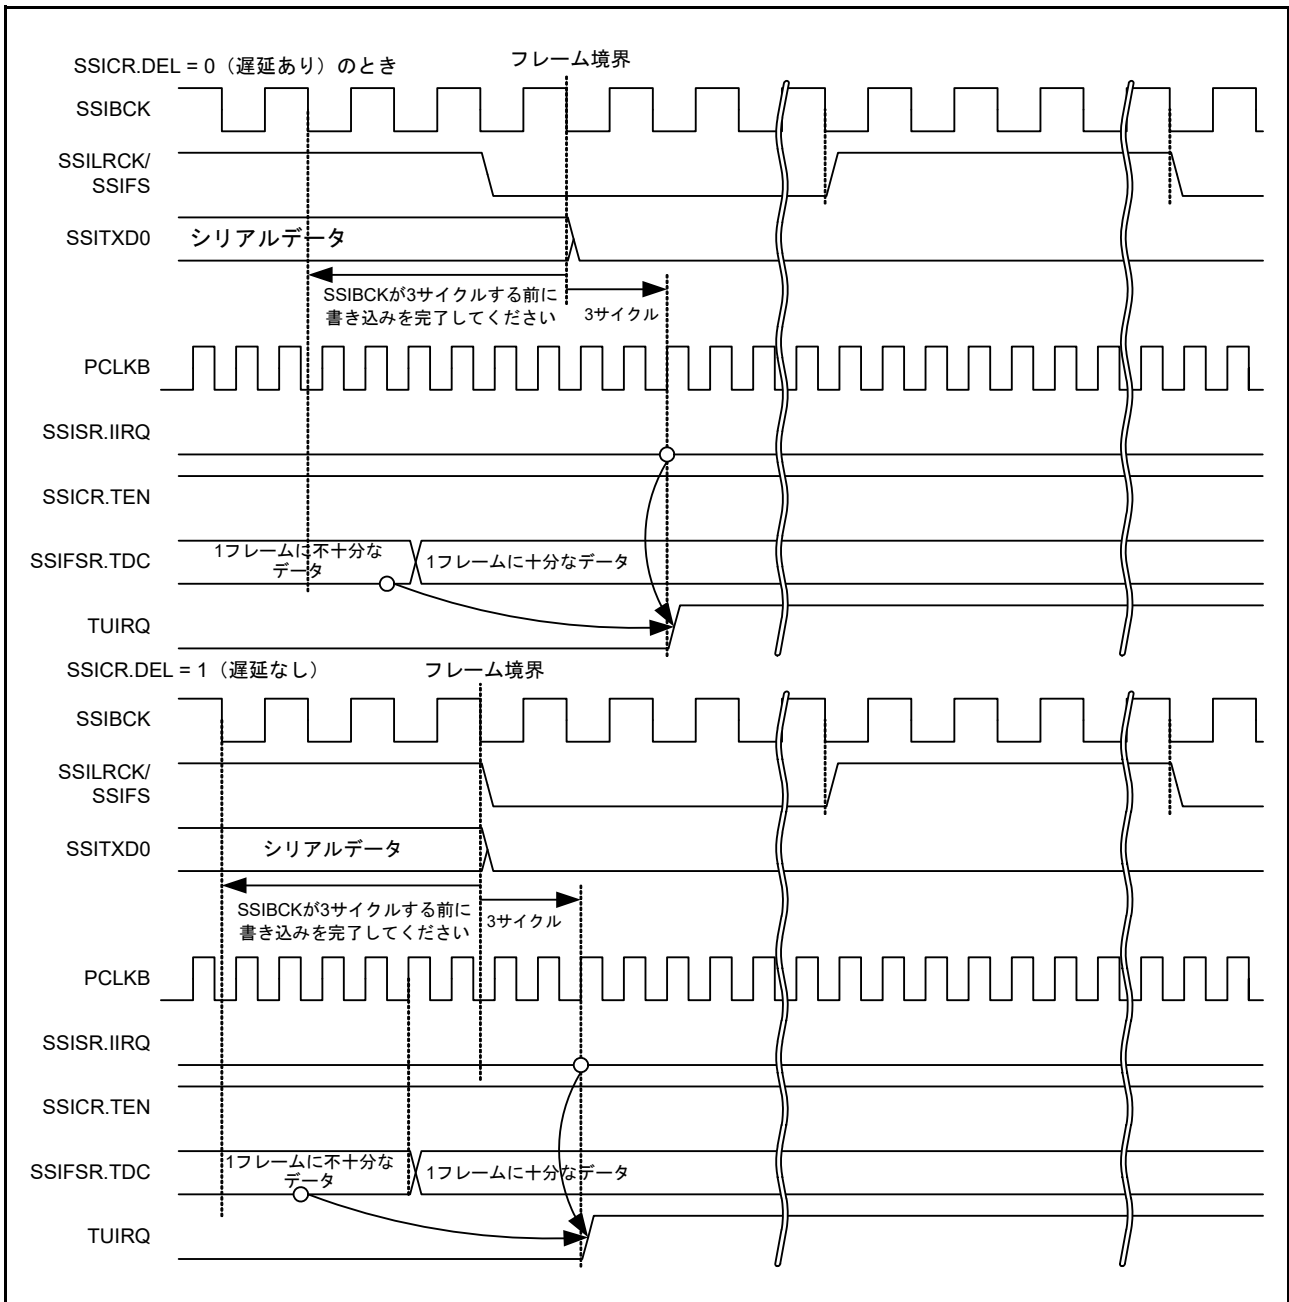
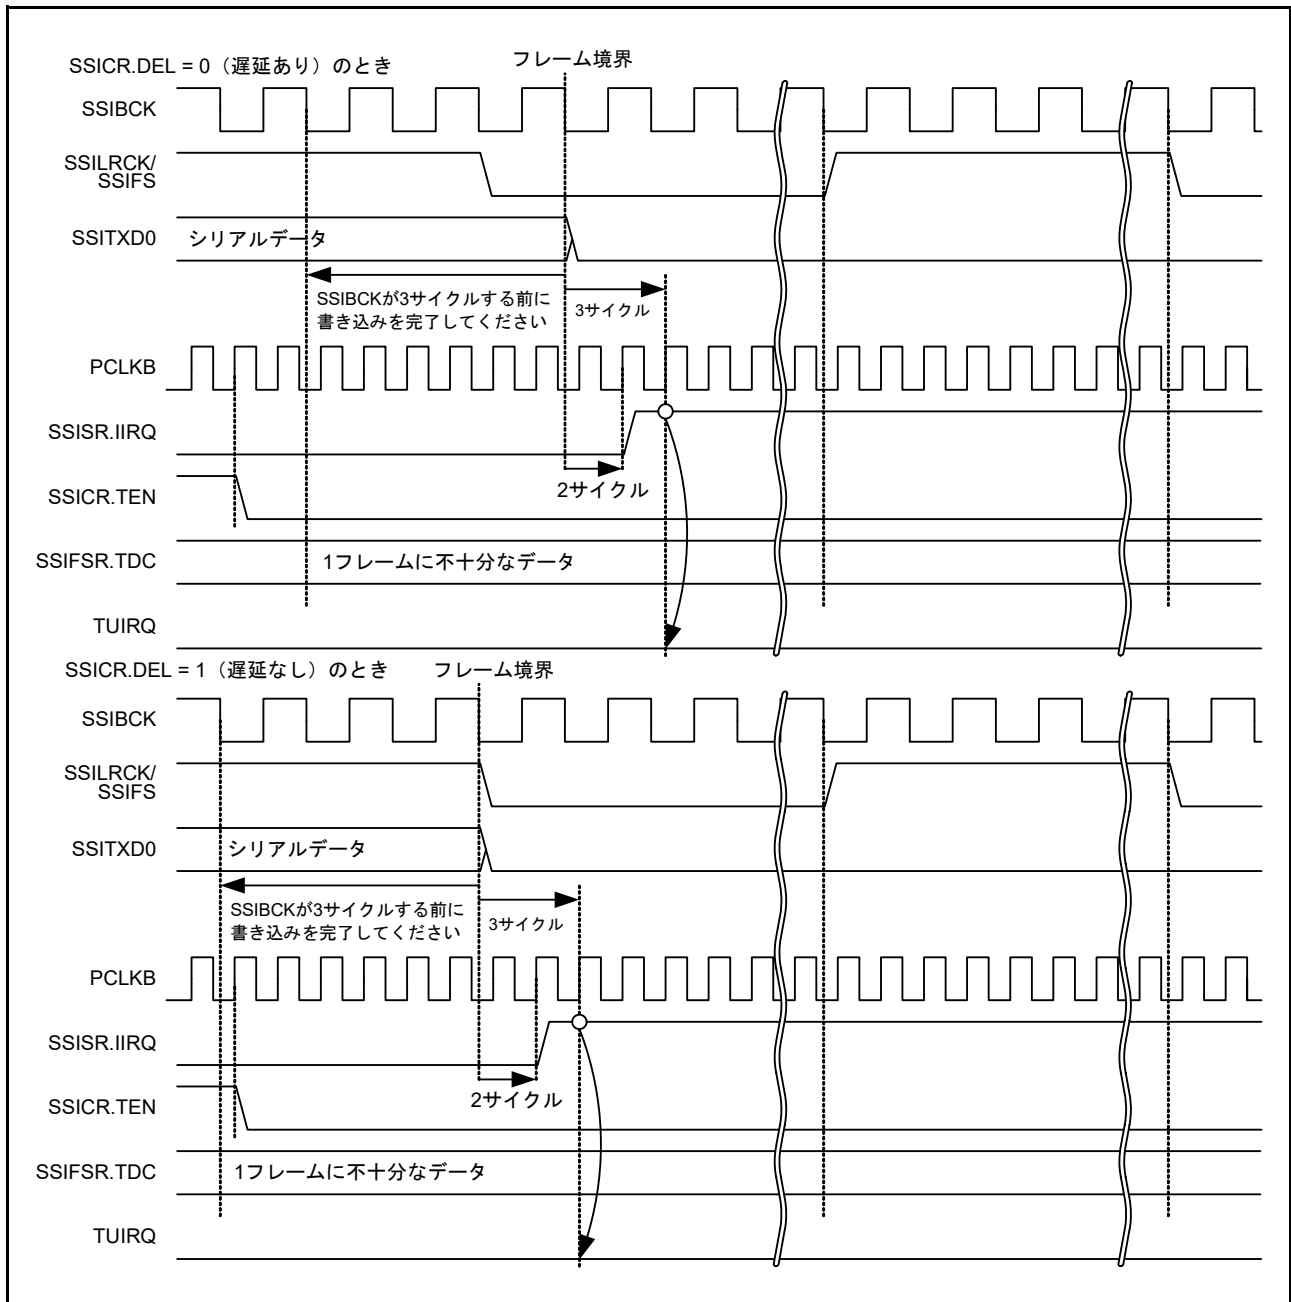

図 37.19 TUIRQ 設定タイミング (通信が継続する場合)
図 37.20 TUIRQ 設定タイミング (通信が停止する場合)
- フレーム境界を越えて通信が継続する場合に、次のフレームで必要な送信データが SSIFTDR に書き込みされなかったとき。詳細は、図 37.19 および 図 37.20 を参照してください。
- フレーム境界から PCLKB の 3 サイクルが経過したとき。詳細は、図 37.19 を参照してください。